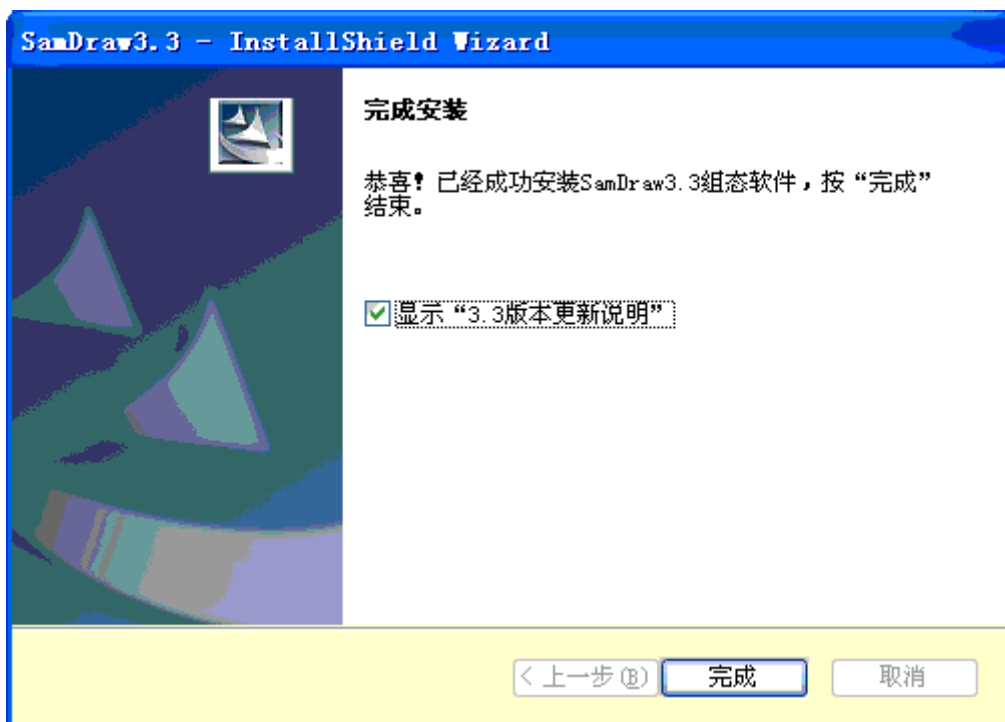

图 2-8 安装完成界面
- 安装结束后，点击完成结束安装向导，可以选择“显示更新说明”查看 SamDraw3.3 版本的更新说明。如图 2-8 所示: